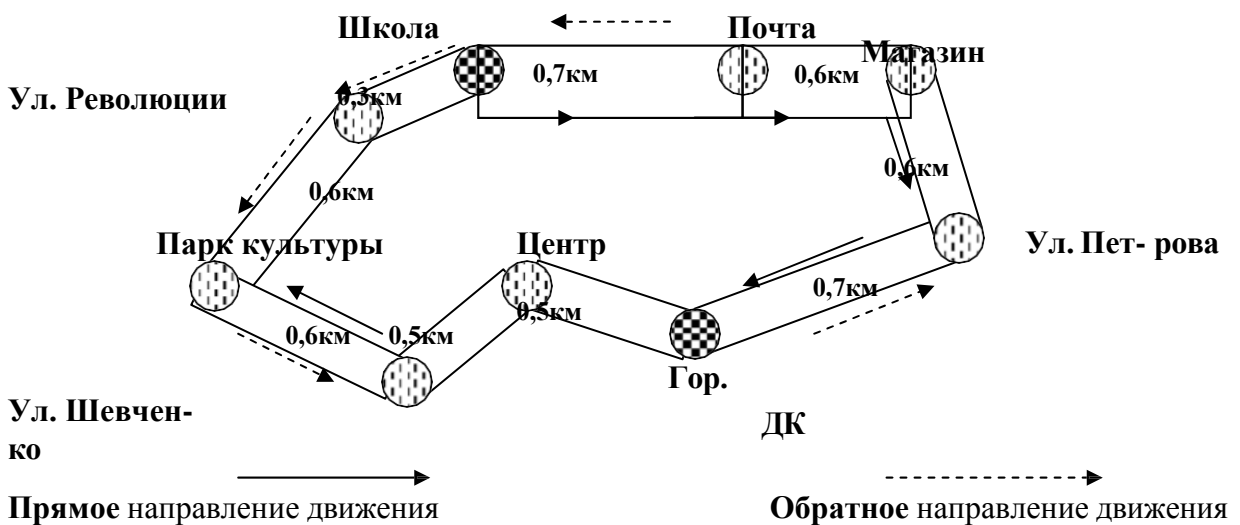

Рис. 2 Схема городского кольцевого автобусного маршрута
47. На городском кольцевом маршруте (рис. 2) $Ч=10$ авт./ч; $v_m = 20$ км/ч.; $t_{по}=1$ мин; $t_{ко} = 7$ мин.